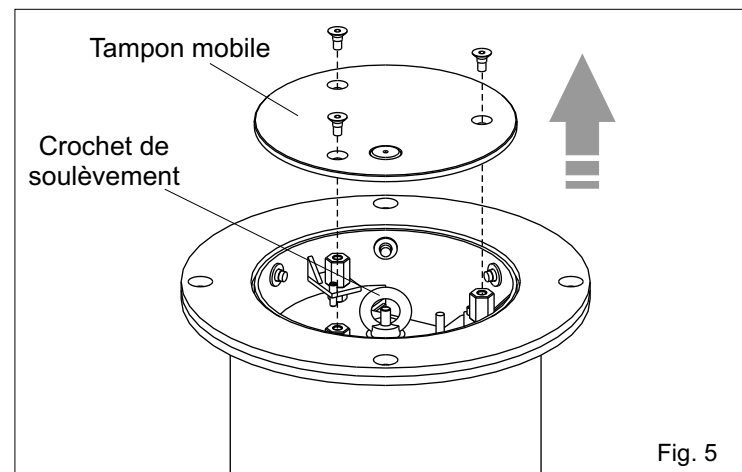

Fig. 5
2.1. Enlever le tampon mobile en dévissant les trois vis comme dans Fig.5